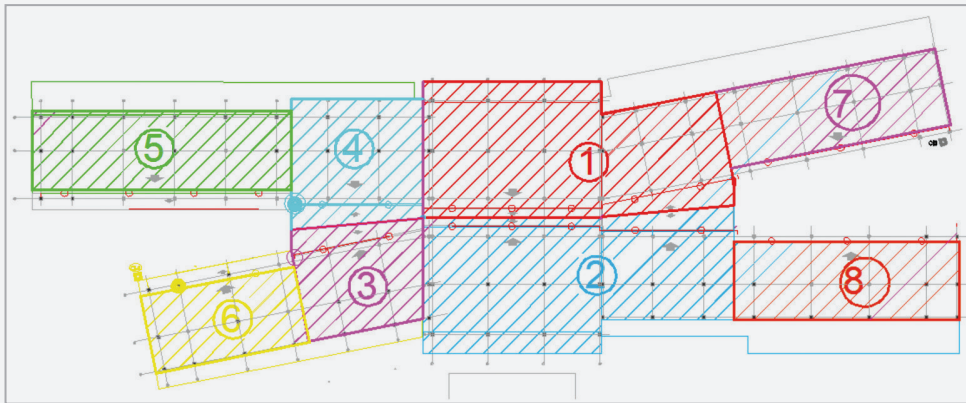

Figura 5. Áreas de drenaje. Sistema QuickStream.
1. Se deben seleccionar las áreas de drenaje de la cubierta. El tamaño de cada área de drenaje dependerá del máximo caudal que puede transportar la tubería más grande del sistema, es decir, la de 200mm. En la Figura 5 se puede observar un ejemplo típico de selección de áreas: